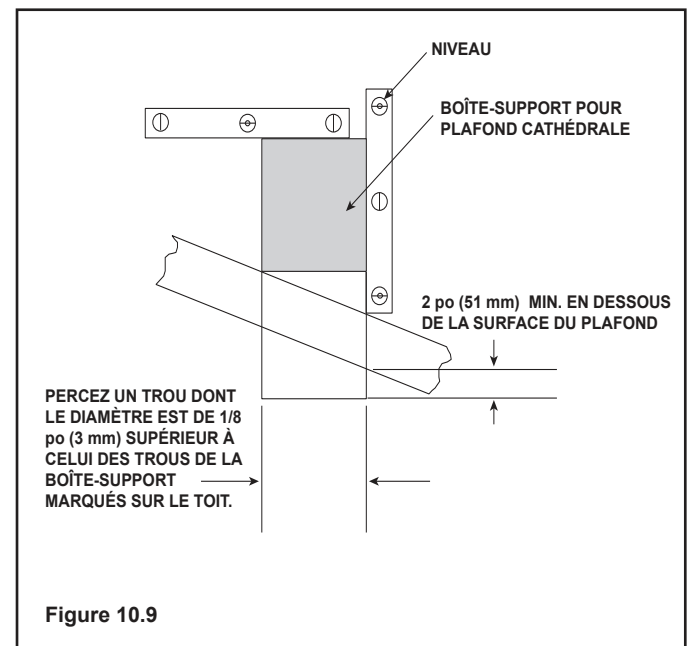

Figure 10.9
- Abaissez la boîte de support depuis le trou dans le toit jusqu'à ce que le fond soit à au moins 2 po (51 mm) sous le plafond. (Figure 10.9).